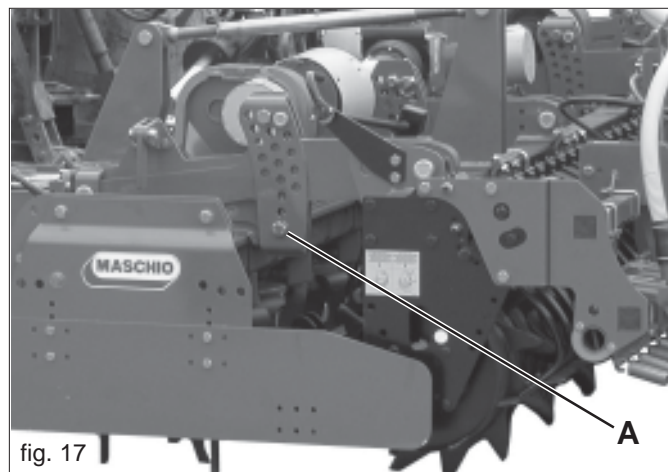

fig. 17
Vor dem Schließen des Anbaugeräts überprüfen, dass sich die unteren Endanschlagstifte (A) der hinteren Kreiseleggenrollen wie auf Abbildung 17 dargestellt in der untersten Position befinden.